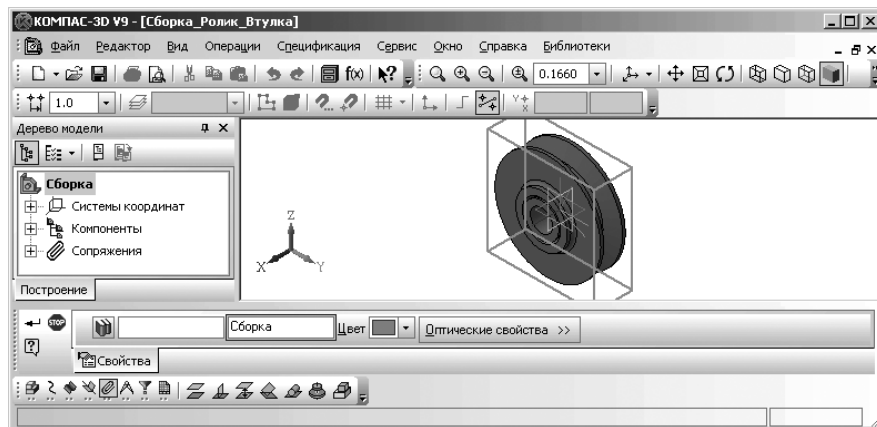

Рис. 6.127. Созданная внутренняя спецификация для сборки – Сборка\_Ролик\_Втулка
- щелкните в главном меню по пункту **Спецификация**, а затем в выпадающем меню по пункту **Редактировать объекты**, а затем в всплывающем меню по пункту **Внутренние** или щелкните в **Компактной панели** по кнопке переключателю **☒** – **Спецификация**, а затем по кнопке **✎** – **Редактировать объекты спецификации**. В обоих случаях появится окно спецификаций с автоматически сформированной спецификацией для сборки. Это состояние системы показано на рис. 6.127.